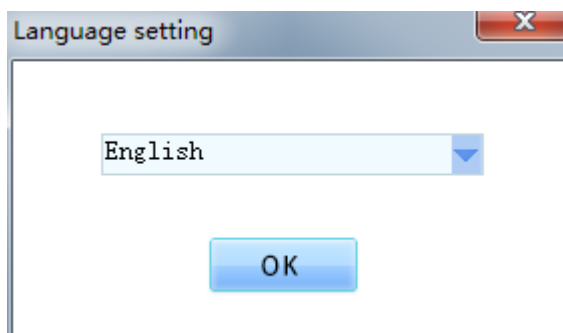

图 2-2-21 语言选择
1) 用户双击 EuraCloud\_PC.exe 或者桌面快捷方式, 首次使用会弹出语言选择窗口 (如图 2-2-21 所示);